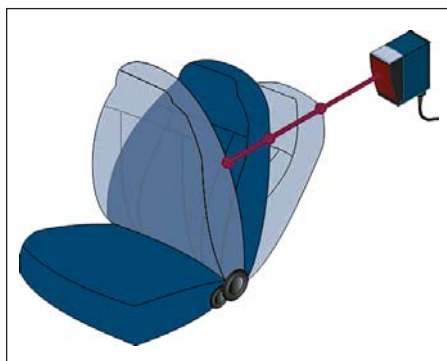

Рис. 9. Использование датчиков DT60 для настройки положения автомобильного сиденья
- определение положения в автомобильной промышленности (рис. 9) — настройка посредством датчика DT60 положения автомобильного сидения во время его изготовления;